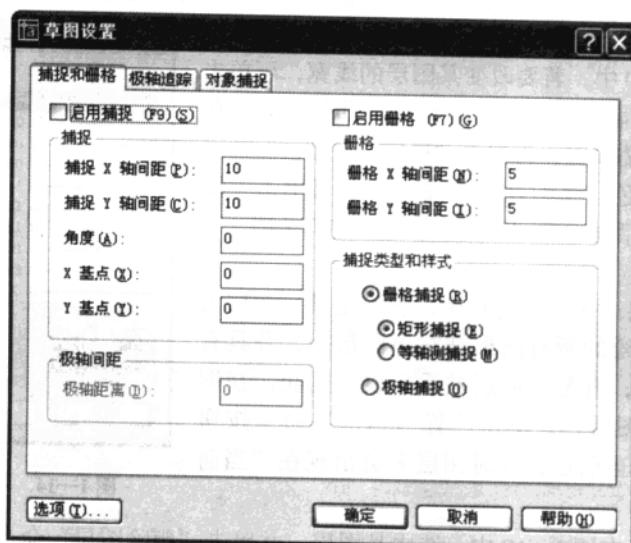

图 1—15 “草图设置”对话框：“捕捉和栅格”选项卡
AutoCAD 2005 提供了多种辅助工具和模式，使得绘图更容易。掌握了这些工具的使用方法，可以更快、更准确地绘制图形。在状态栏上的“捕捉”“栅格”“极轴”“对象捕捉”或“对象追踪”上单击鼠标右键，然后选择“设置”，将出现“草图设置”对话框，如图 1—15 所示。
(1) 栅格的设置 栅格是用来辅助绘图的点阵，其行列间距可设定，可随意将其显示或隐藏。栅格布满图形界限之内，它不是图形一部分，因此不会被打印。在图 1—15 中，单击“启用栅格”复选框使其出现“√”，打开栅格（清除“√”，栅格关闭）。可在“栅格”区域的“栅格 X 轴间距”和“栅格 Y 轴间距”框中分别输入设定水平和垂直栅格间距的值，两值可以不同。最后单击“确定”按钮，关闭此对话框。